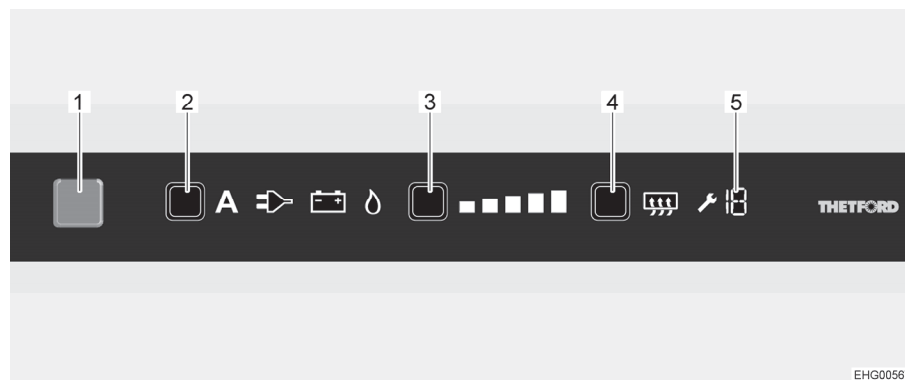

Fig. 133 Elementi di comando
Dopo l'accensione il frigorifero seleziona automaticamente la regolazione del termostato selezionata per ultimo. Questa regolazione può essere modificata manualmente tramite il tasto del livello di refrigerazione (Fig. 133,3). Le barre luminose dell'indicatore del livello di refrigerazione visualizzano la temperatura selezionata sul termostato. Con il tasto del livello di refrigerazione viene regolata la temperatura di refrigerazione per i tre tipi di energia. Ci vogliono alcune ore prima che il frigorifero raggiunga la temperatura normale di esercizio. Cambiando la modalità di funzionamento la regolazione del termostato non viene modificata. La temperatura di refrigerazione è indipendente dal tipo di energia utilizzata.
- Premere il tasto On/Off (Fig. 133,1) per 1 secondo. Il tasto si illumina di blu. Dopo circa 10 secondi, l'indicatore viene attenuato per risparmiare energia.
- Premere il tasto di selezione energia (Fig. 133,2) più volte, fino a che risulta selezionata la fonte energetica desiderata.
- Premere il tasto del livello di refrigerazione (Fig. 133,3) più volte, fino a che risulta selezionato il livello di refrigerazione desiderato. Il livello di refrigerazione attuale viene indicato dalle barre luminose.
- Premere il tasto On/Off (Fig. 133,1) per ca. 2 secondi. Tutte le spie si spengono. Il frigorifero è spento.